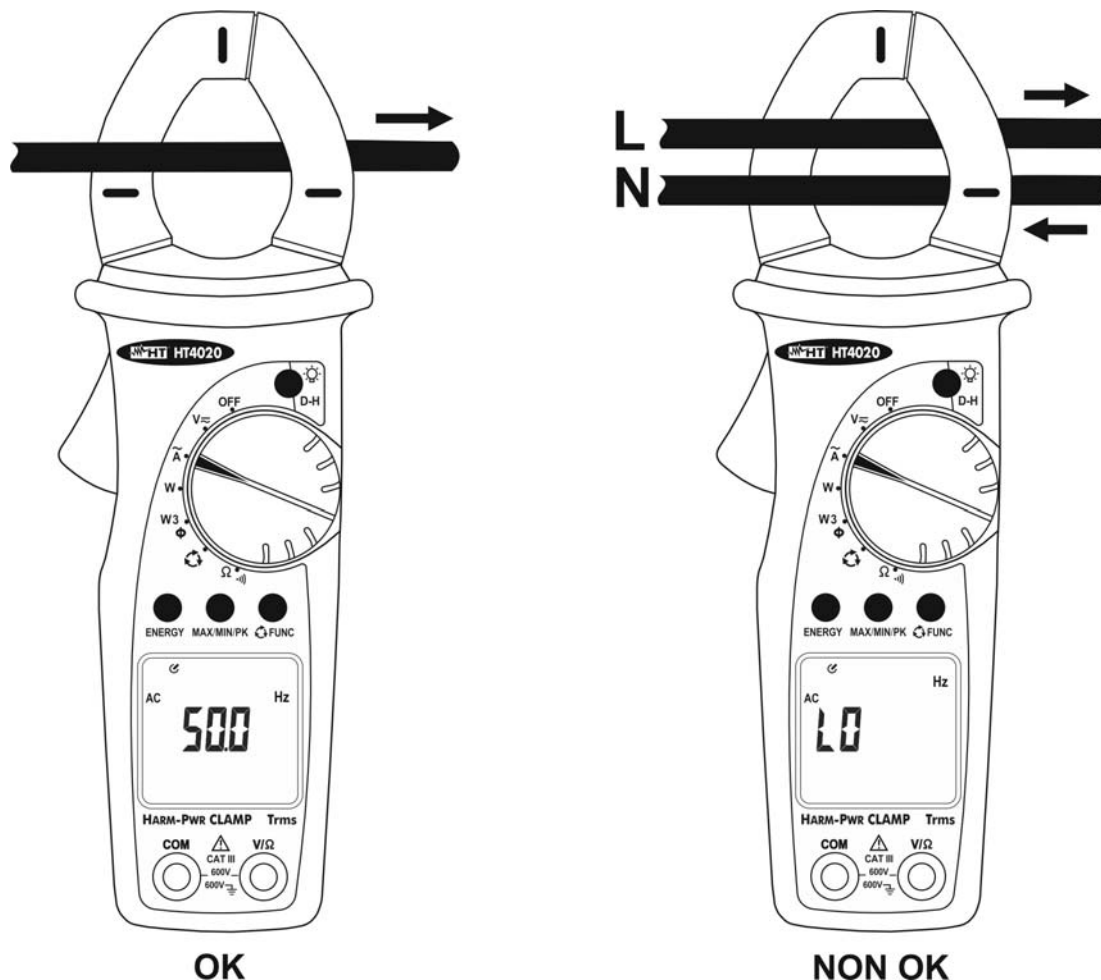

Fig. 9: Uso dello strumento per misura di frequenza della corrente AC
3. Aprire il toroide ed inserire un singolo cavo al centro del medesimo (vedere § 4.1.2 e Fig. 9), il valore della frequenza è mostrato a display
4. La visualizzazione del simbolo “**O.L**” indica che il valore della frequenza in esame è superiore al fondo scala dello strumento. Il simbolo “**LO**” è mostrato in caso di errato inserimento dello strumento (vedere Fig. 9) o per valori inferiori al minimo misurabile